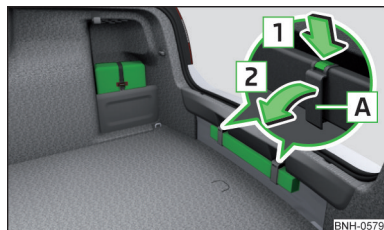

Abb. 233
Der Verbandskasten kann mithilfe eines Spannbands an der rechten Seite des Gepäckraums befestigt werden » Abb. 233.
Das Warndreieck kann in die Aussparung unter der Ladekante eingeschoben und mit Spannbandern gesichert werden » Abb. 233.
- Zum **Lösen** die Verriegelung am Band in Pfeilrichtung **1** drücken und das Band **A** in Pfeilrichtung **2** aufklappen » Abb. 233.